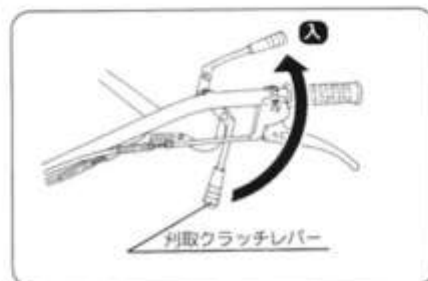

図41
- ② 刈取クラッチレバーを【入】位置にして、ハンマーローターを回転させます。(図41)